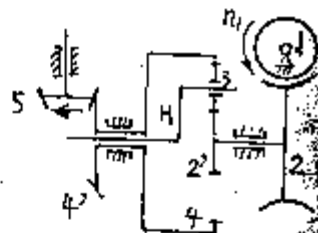

图 5
2. 在图5所示轮系中, 已知蜗杆1的头数 $z_1=1$, 右旋; 其它各轮